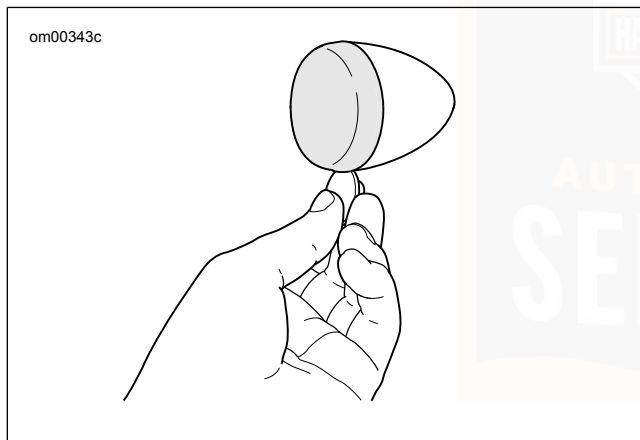

Abbildung 84. Streuscheibe entfernen.
1. Siehe Abbildung 84. Eine Münze in die Kerbe einsetzen. Vorsichtig drehen, bis der Streuscheibendeckel aus dem Lampengehäuse herauspringt.